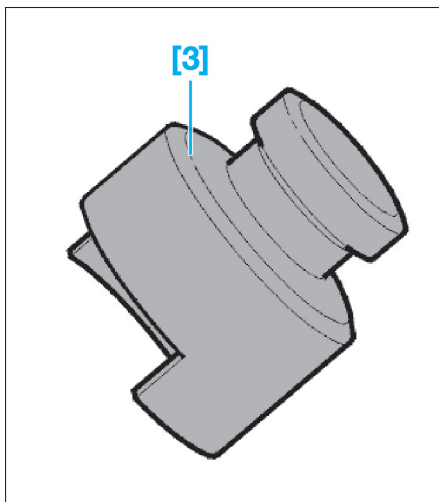

FIG. 3
- [3]. Protection pour rotule (réf : 999 5562) (Fig.3).